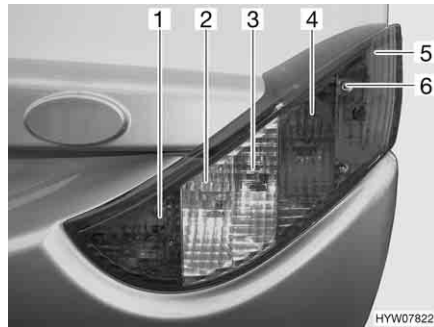

Fig. 166 Luci posteriori (lato anteriore)
- Svitare le tre viti ad esagono cavo (Fig. 166,6).